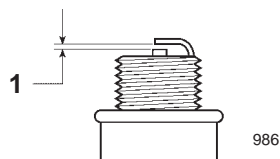

Figure 19
4. Réglez l'écartement des électrodes de la bougie neuve à 0,76 mm (Fig. 19).